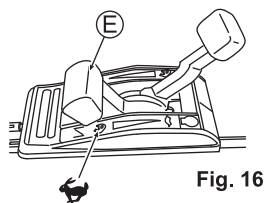

Fig. 16
2. Placez la manette des gaz (E) en position "STOP" pour commencer à tondre. (Voir Fig. 16)